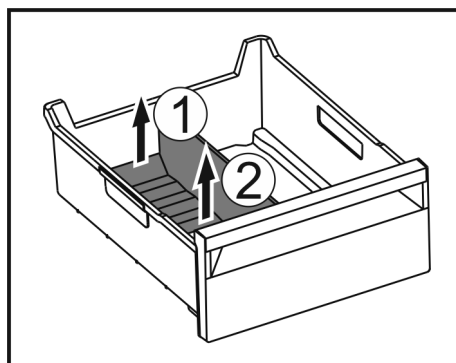

Fig. 138
- ▶ Zvedněte zadní část přepážky přihrádky na led. Fig. 138 (1)
- ▶ Přepážku přihrádky na led vyjměte nahoru. Fig. 138 (2)